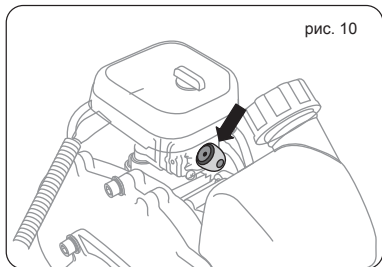

рис. 10
- Пять-семь раз нажмите на резиновый колпачок ручной подкачки топлива для заполнения карбюратора топливной смесью (Рис.10). При этом сквозь резиновый колпачок кнопки ручной подкачки топлива должна просматриваться подкачиваемая топливная смесь. Если топливная смесь не заполнила колпачок, нажмите на кнопку ручной подкачки топлива еще несколько раз.